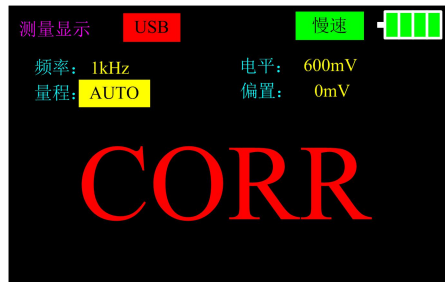

图11
1、进入校正功能之前，请确保测试两端处于开路或短路状态。长按 \blacktriangle NULL键进入校正界面，此时仪器自动识别是开路还是短路，如图11所示；